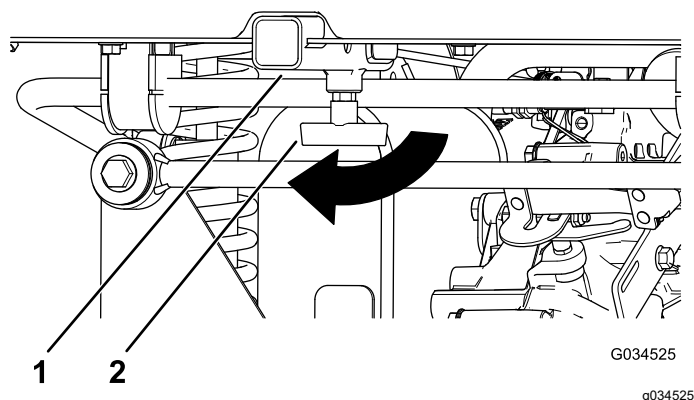

Figura 18
1. Allentate la maniglia a T ruotandola in senso orario (**Figura 18**).
2. Inserite l'accessorio nel ricevitore in modo che i fori siano allineati (**Figura 18**).